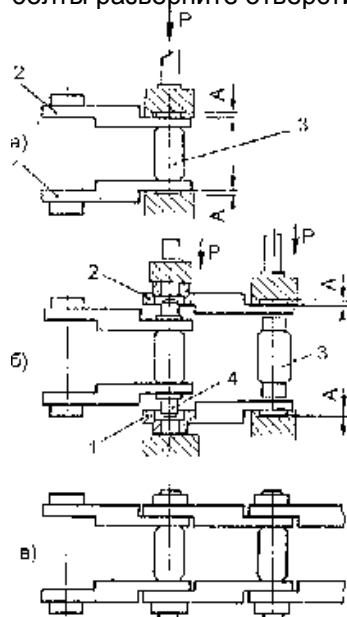

Рис. 12.5 – Схема сборки гусеницы.
Сборка гусеницы. Установите левое 1 (Рис.12.5, а) и правое 2 звенья на приспособление пресса и между ними поставьте втулку 3. Напрессуйте звенья на втулку. Торцы втулок должны выступать на размер $A=13,5\pm 0,1$ мм. Вставьте палец 4 (Рис. 12.5, б) во втулку. Приставьте к торцам пальца звенья левое 1 и правое 2 и между ними поставьте следующую втулку 3. Напрессуйте двухштокным прессом оба звена на палец и втулку (Рис. 12.5, в). Аналогично собираются последующие пары звеньев. При сборке сорок второй последней пары установите замыкающую втулку, которая короче остальных на 25 (27) мм. Торцы замыкающей втулки не должны выступать над плоскостью звена. Установите на звенья 42 башмака и закрепите каждый башмак четырьмя болтами с гайками. Момент затяжки болтов 500...550 Н·м (50...55 кгс·м). При несовпадении отверстий в звеньях и башмаках под болты разверните отверстия на диаметр $20,4^{+0,28}$ мм.